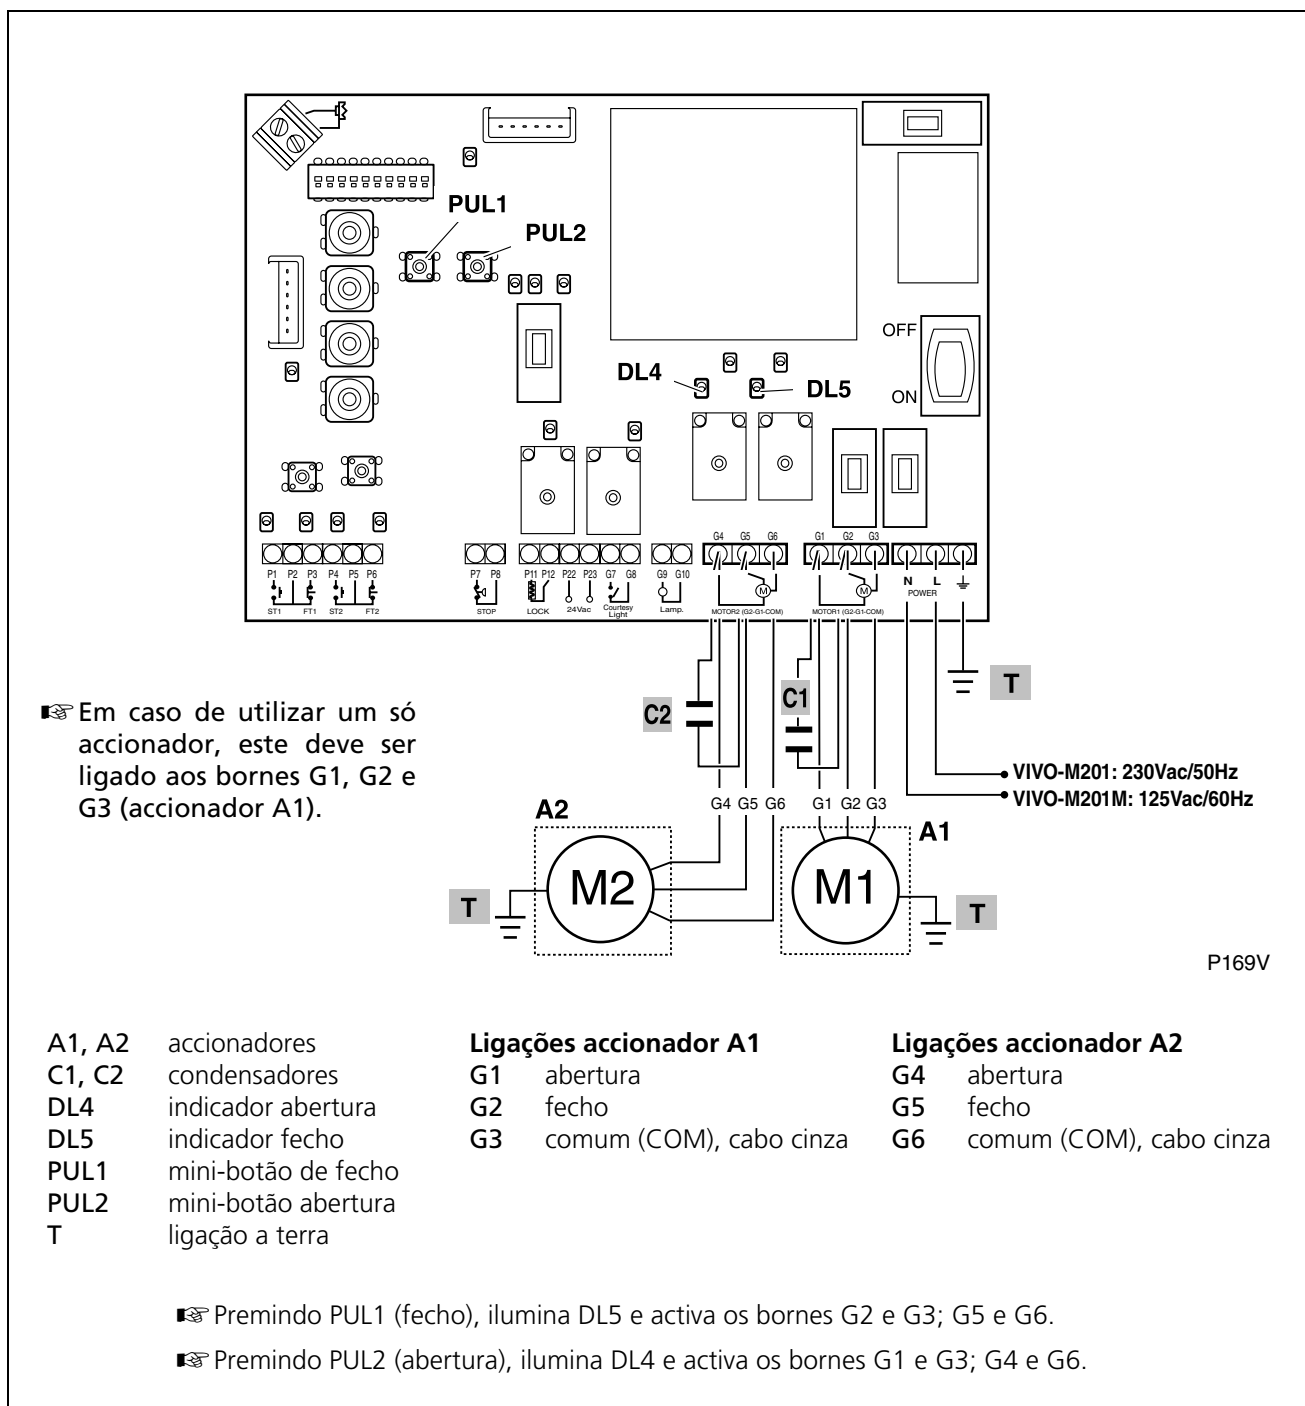

Fig. 3 Ligação da alimentação e dos accionadores
- ☛ Se o sentido de rotação de algum dos accionadores não está correcto, trocar as posições dos cabos de ligação (G1 e G2) do respectivo accionador no conector correspondente (para mais informação, veja "Fig. 3 Ligação da alimentação e dos accionadores" na página 69).
☞ Se utilizar o quadro de manobra com um só accionador (accionador A1, veja Fig. 3 na página 69), os tempos correspondentes ao accionador A2 devem ser zero. Para esse efeito, em vez de efectuar os passos 4, 5 e 6, premir ST1 três vezes seguidas (duas vezes com DIP8=OFF).